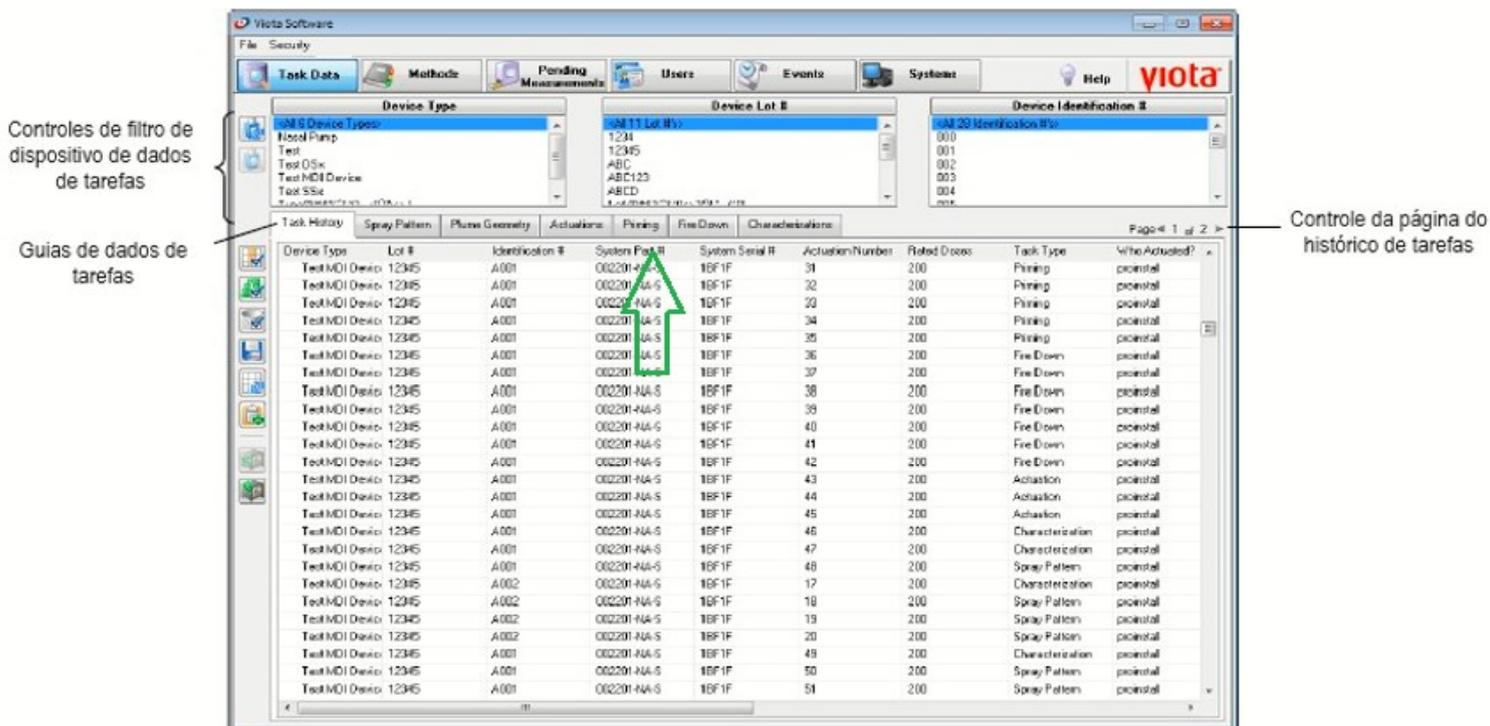

Figura 10. Página de dados do software Viota.
a) Veja que a Guia de Dados de Tarefas consolida todos os dados relacionados a essas ações por tipo de tarefa usando as Guias do mesmo. Clique na aba Preparação (*Priming*), na qual os dados relativos às tarefas serão mostrados na Tabela conforme Figura 10.